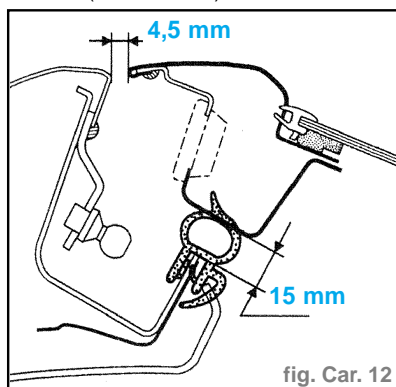

fig. Car. 12
- Vérifier le jeu du hayon par rapport aux ailes (5,4 mm ± 1) (si le centrage du hayon n'est pas correct, agir sur les charnières). (fig. Car. 12)